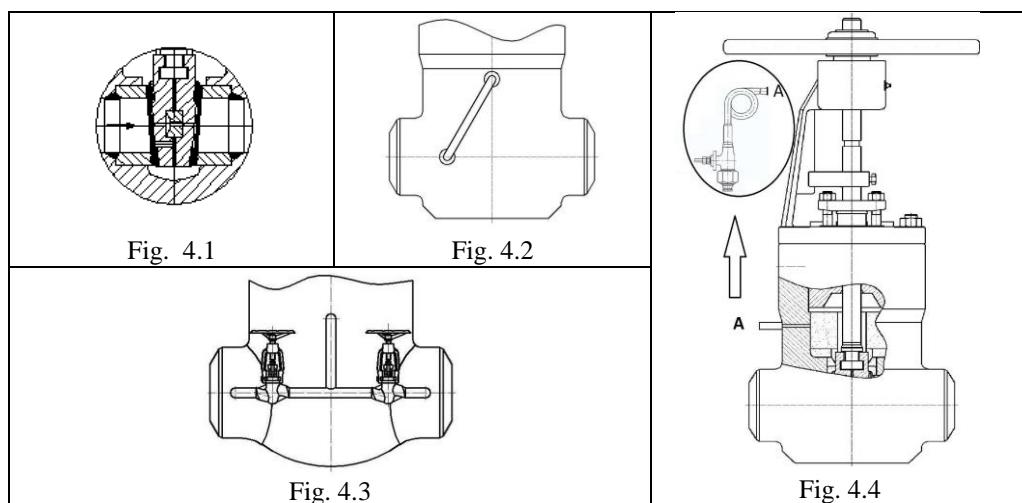

Рис. 4. Исполнения предохранительного устройства избыточного давления
- Произвести подтяжку всех соединений в диаметрально-противоположном порядке согласно указанным моментам для предотвращения их ослабления в процессе длительного хранения (Рис.4).
высокое давление. Для предотвращения отказа или повреждения деталей, связанных с давлением, задвижки должны быть оснащены некоторыми из представленных конструктивных решений (рисунок 4). Для задвижек, где поток всегда находится в одном направлении, задвижка снабжается простейшим предохранительным устройством избыточного давления с отверстием в клине / седле (рисунок 4.1) или уравнительным трубопроводом (рисунок 4.2). Когда задвижка двунаправленна, предохранительное устройство от избыточного давления должно быть обеспечено путем соединительных трубопроводов и байпасных клапанов (рис. 4.3). Одним из утвержденных исполнений является установка предохранительного клапана в корпусе задвижки (рисунок 4.4.)